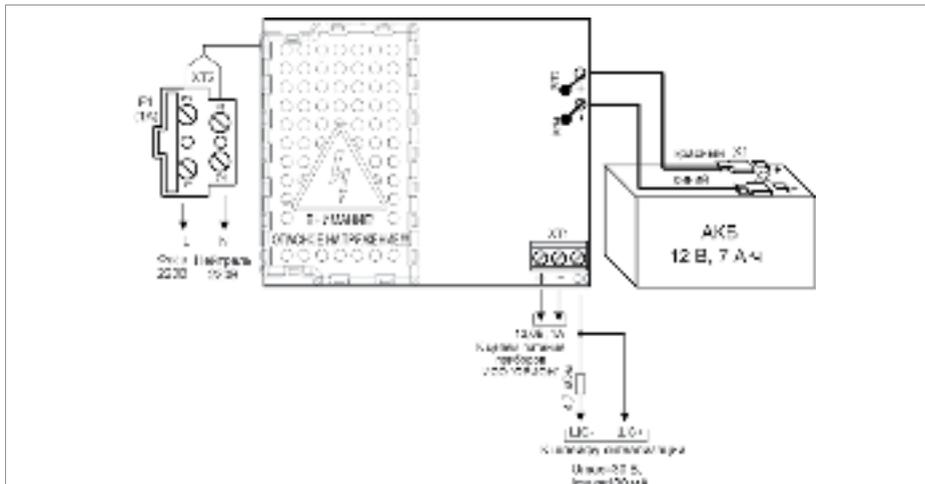

Рисунок 5. Схема подключения РИП-12 исп.11 (РИП-12-1/7П2)
1.6. Схема подключения приведена на рис. 5.
1.13. Проверьте правильность произведенного монтажа в соответствии со схемой подключения (Рис. 5).